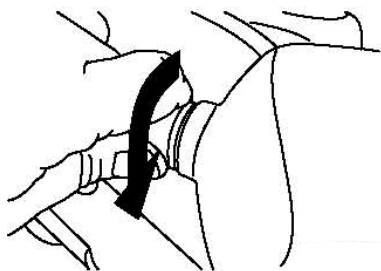

Рисунок 54
5. Поверните основание лампы по часовой стрелке, пока не встанет на место (рис. 54).